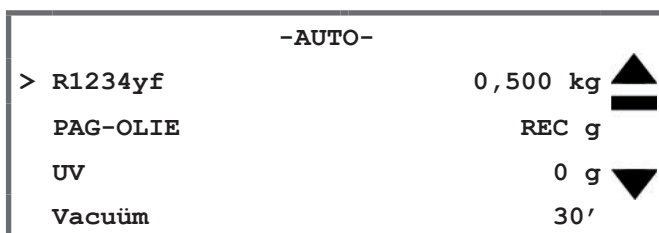

Fig. 057
3. Op het display wordt informatie over het koudemiddel, de olie, het UV-lekzoekadditief en vacuümtijd weergegeven (*Fig. 057*).